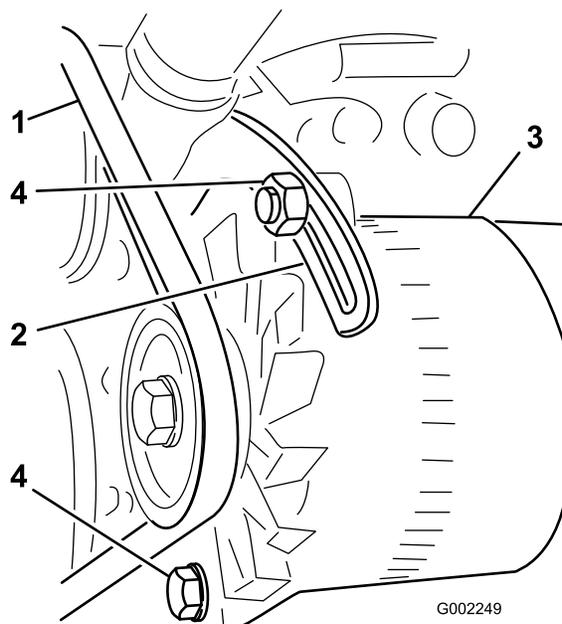

Figura 58
- Allentate i bulloni che tengono fissata la ghiera al motore e il bullone che tiene fissato l'alternatore alla ghiera (Figura 58).